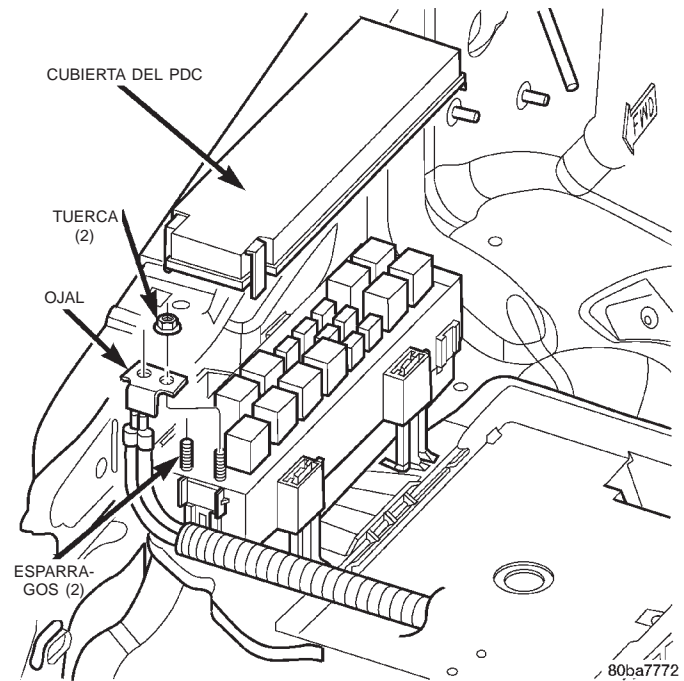

Fig. 3 Conexiones del centro de distribución de tensión
(1) Desconecte y aisle el cable negativo de la batería.
(2) Desconecte cada uno de los conectores de mazo de cables del faro derecho y plancha de bóveda. Para obtener mayor información sobre los conectores afectados, consulte **Localización de conectores** en el grupo 8W, Diagramas de cableado.
(3) Retire los dispositivos de fijación que fijan cada uno de los ojales de masa del mazo de cables del faro derecho y plancha de bóveda a la carrocería del vehículo y los componentes del chasis. Para obtener mayor información sobre localización de los ojales de masa, consulte **Localización de conectores** en el grupo 8W, Diagramas de cableado.
(4) Desenganche cada uno de los retenes que fijan el mazo de cables del faro derecho y plancha de bóveda en la carrocería del vehículo y los componentes del chasis. Para obtener mayor información sobre localización de retenes, consulte **Localización de conectores** en el grupo 8W, Diagramas de cableado.
(5) Desenganche y abra la cubierta del PDC.
(6) Retire las dos tuercas que fijan el ojal de dos orificios de las ramificaciones del PDC de mazo de cables de la batería en los espárragos del PDC (Fig. 3).